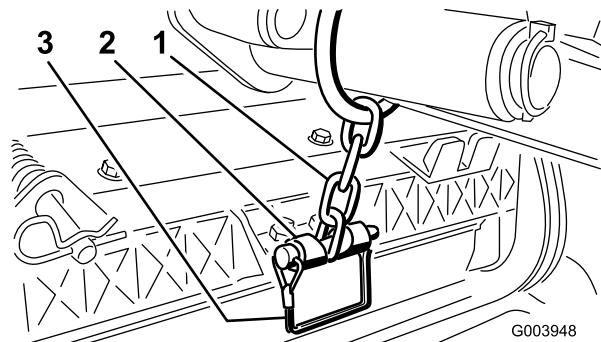

Figura 10
12. Sujete la cadena del brazo de elevación al soporte de la cadena con el pasador de seguridad (Figura 10).